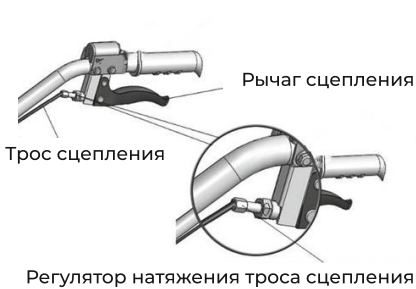
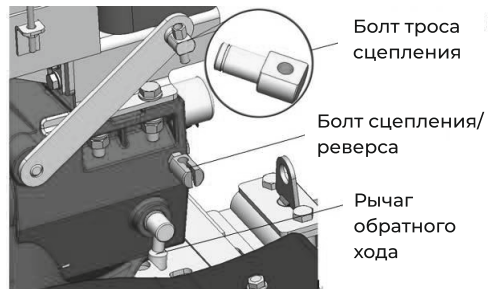

Рис. 2
Рис. 3
**2.1. Установка и настройка троса сцепления (рис. 2, рис. 3)**